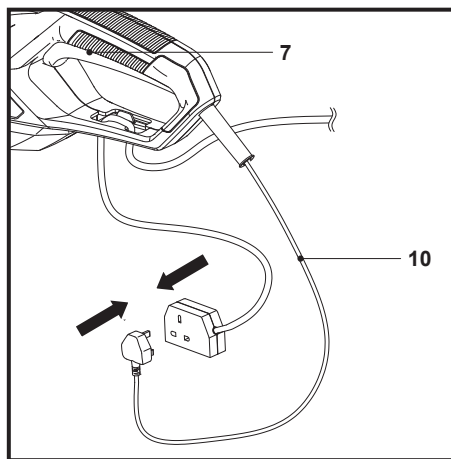

Fig. 3
3. Conectează cablul de alimentare (10) la mufa cablului prelungitor (Fig. 3).